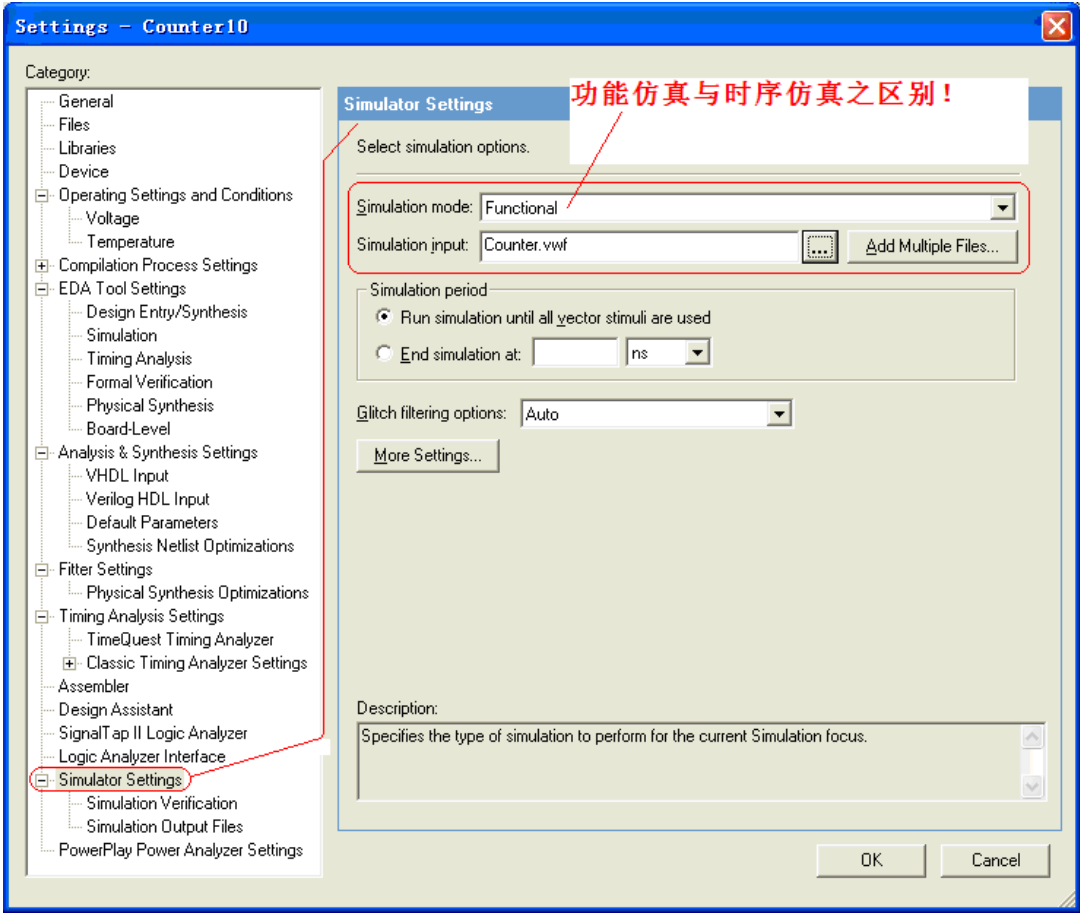
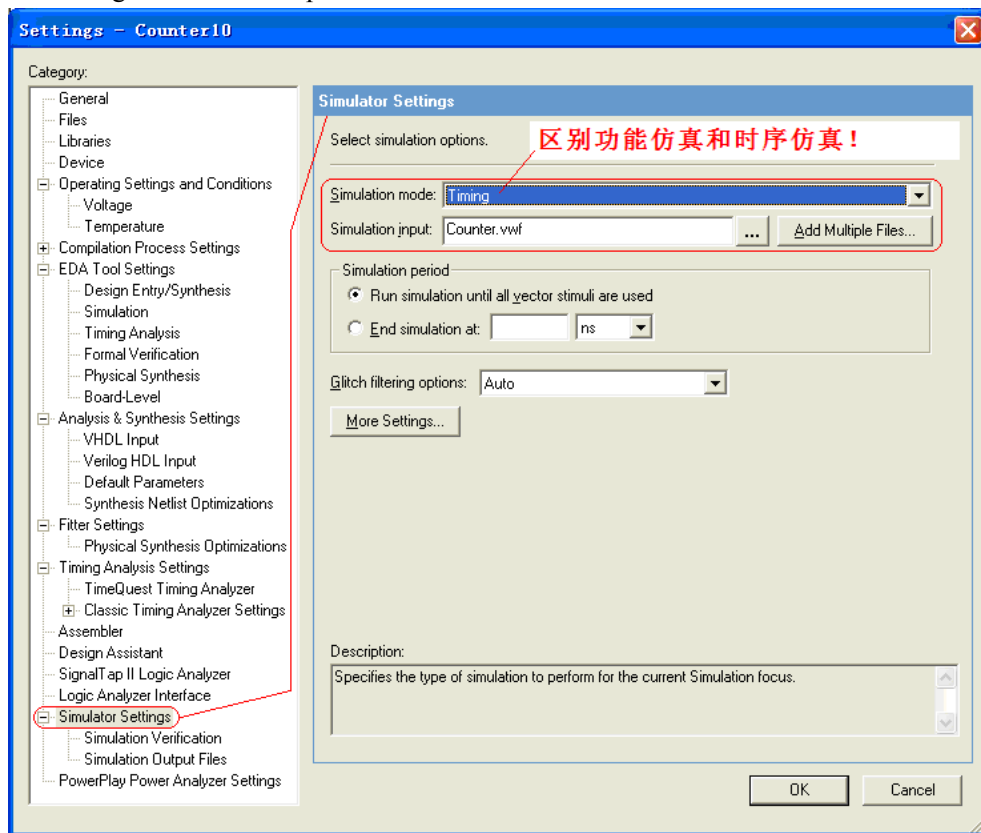

图 3-31 仿真模式设置对话框
图 3-39 仿真模式设置对话框（时序仿真）
19. 要生成功能仿真网表，首先设置仿真模式。点击菜单项 Assignment->Settings，选中 Simulator Settings 选项卡，出现图 3-31 所示对话框。在 Simulation mode 中选择 Functional，Simulation input 选择刚才建立的波形文件，完成后点击 OK。
单击菜单中 Assignment->Settings，选中 Simulator Settings 选项卡，在 Simulation mode 中选择 Timing，Simulation input 选择刚才建立的波形文件，完成后点击 OK，如图 3-39。
特别注意：图 3-31 和图 3-39 区别了功能仿真和时序仿真。